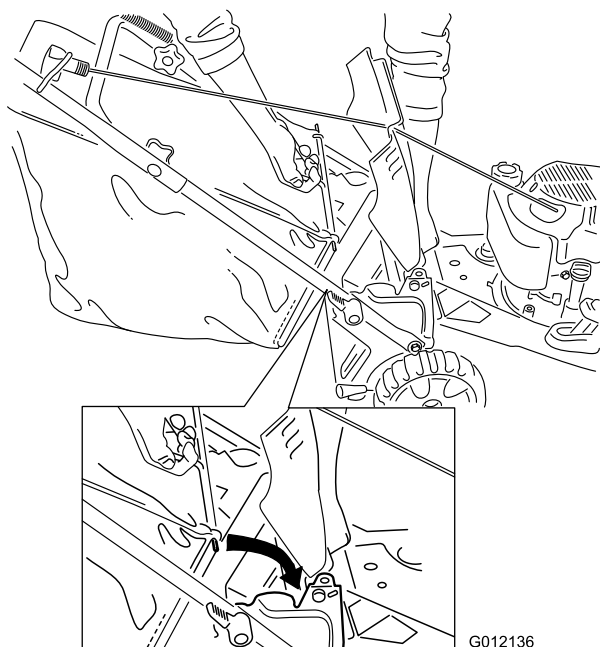

Figura 19
2. Levante y sujete el deflector trasero, instale el recogedor en las muescas y baje el deflector trasero (Figura 19).